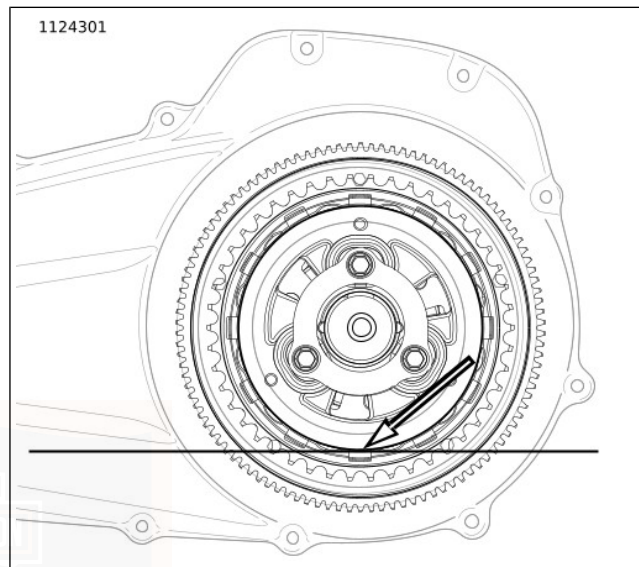

Abbildung 95. Primärer Schmiermittelstand
- b. Siehe Abbildung 95. Der korrekte Füllstand liegt ca. an der Unterseite des Außendurchmessers der Druckplatte.